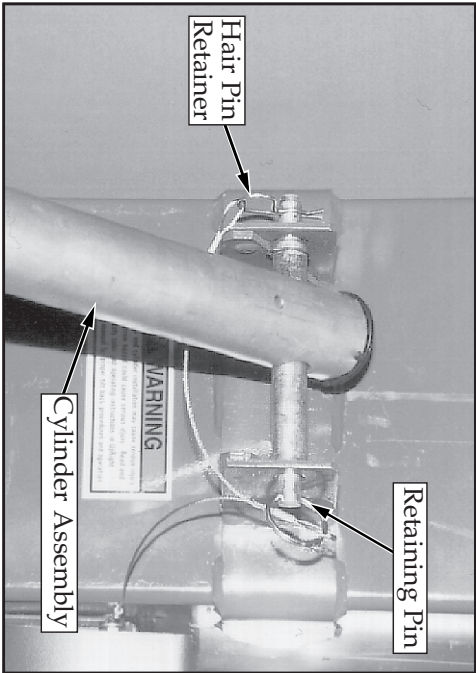

Figure 7: Cylinder secured with retaining pin
2. While holding Tilt Back frame, remove the hair pin retainer and the retaining pin (Figure 7).
3. Lower the Tilt Back frame until the hole in the cylinder assembly aligns with the upper mounting bracket pin hole. Secure the cylinder assembly to the upper mounting bracket using retaining pin and hair pin retainer (Figure 7).
2. Sujete el marco-soporte al sacar los pasadores horquilla y de retención (fig. 7)
3. Baje el marco-soporte hasta que el ojo del ensamble del cilindro esté alineado con el agujero del puntal de montaje superior. Enganche el cilindro al puntal de montaje superior insertando el pasador de retención y el de horquilla (fig. 7).